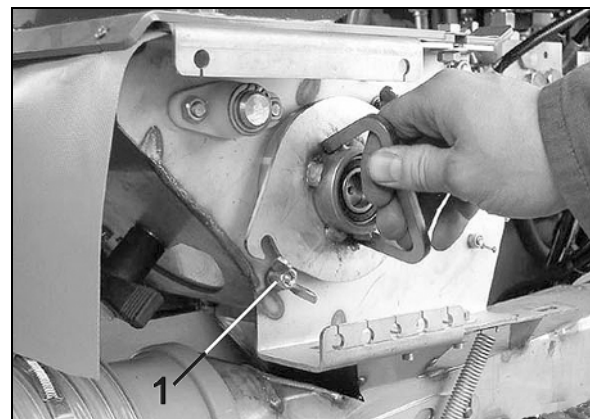

Fig. 72
3. Zwei Flügelmutter (Fig. 72/1) lösen, nicht abschrauben.